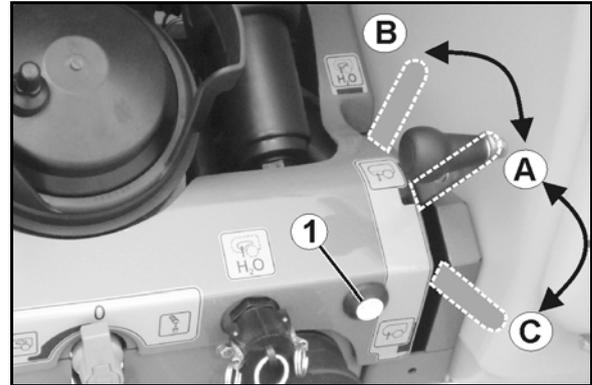

Fig. 86
- Fernbediente Umstellung von Position Spritzen (Fig. 86/A) in Position Spülen (Fig. 86/B).
Umstellung von Position Befüllen (Fig. 86/C) auf Position Spritzen (Fig. 86/A) über Bedien-Terminal oder am Bedienfeld (Fig. 86/1).